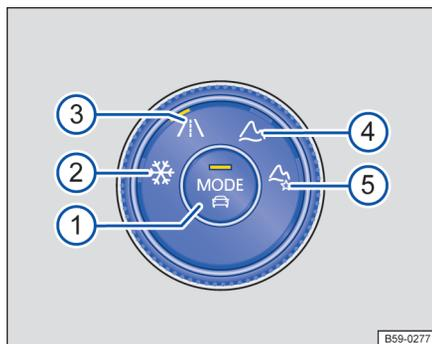

图 165 中控台下部：4MOTION 主动控制的操作单元。
全轮驱动汽车具有很多种驾驶模式选项。在这种情况下，可以通过 主动控制的操作单元选择驾驶模式→图 165。
→ 图 165 的图例：
- 转动 4MOTION 主动控制的操作单元→ 图 165，直至所需的驾驶模式旁边的 LED 灯亮起。
- 按压操作单元中间的 **☰**→ 图 165。
- 必要时，转动 4MOTION 主动控制的操作单元→ 图 165，直至越野个性化驾驶模式旁边的 LED 灯亮起。
- 如果已经选择越野自定义，则按压操作单元中间的 **☰**→ 图 165。